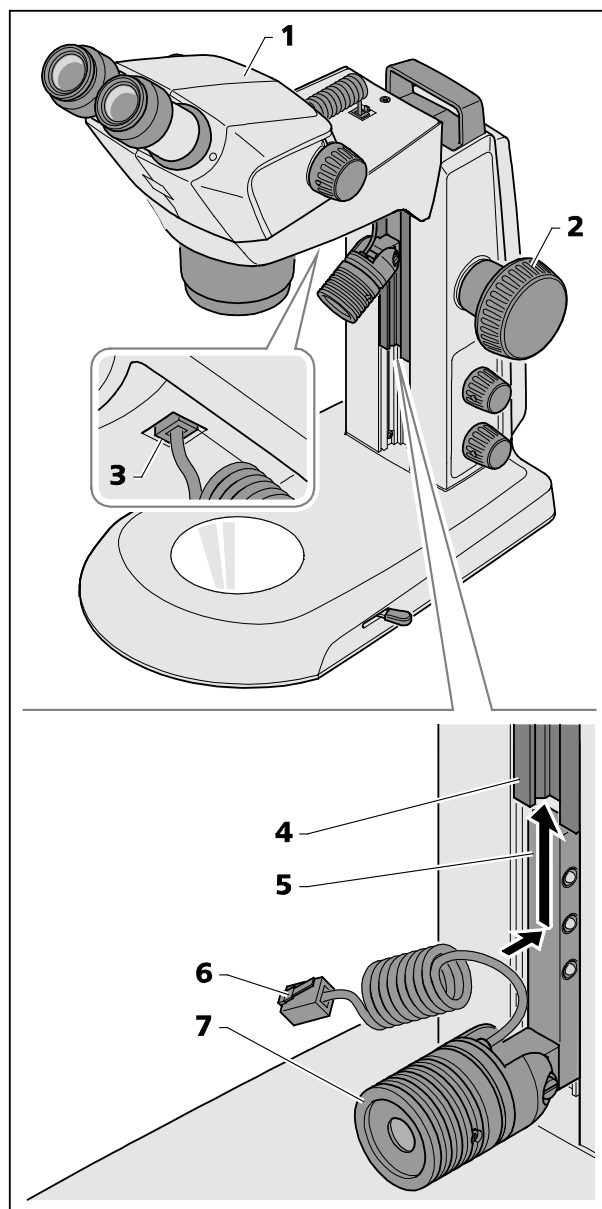

Fig. 12 Montar a lâmpada spot
- Levar o corpo de microscópio (Fig. 12/1) mediante o botão focalizador (Fig. 12/2) à posição superior.
- Introduzir a lâmpada spot (Fig. 12/7) com o suporte (Fig. 12/5), de baixo para cima, na guia (Fig. 12/4) do estativo e deslocá-la para cima até a posição desejada.
- Inserir o cabo de ligação (Fig. 12/6) da lâmpada spot na tomada inferior do suporte (Fig. 12/3).